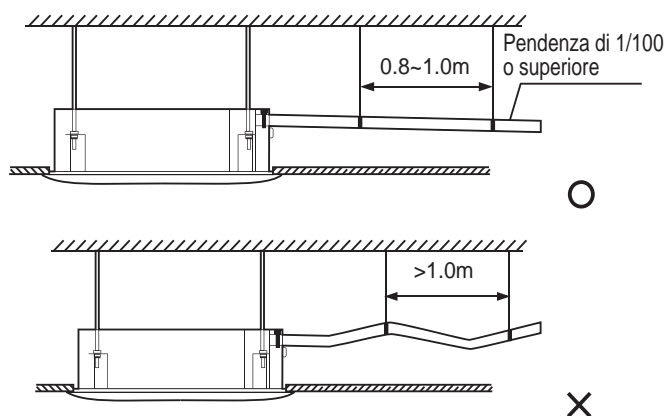

Fig. 5.1
pendenza del tubo di scarico condensa deve essere maggiore di 1/100, senza punti di risalita né ristagni d'acqua; in caso contrario, ciò può causare rumori anomali (vedi Fig. 5.1).
5) Nel collegare il tubo di scarico della condensa, non tirare il tubo stesso, per evitare che le connessioni del tubo dell'acqua si allentino. Predispone punti di supporto ogni 0.8~1.0 metri, per evitare che il tubo si pieghi (vedi Fig. 5.1).